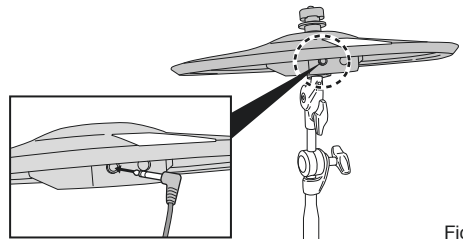

Fig. 3
3. Connect the provided TRS cable to the Crash Cymbal Pad (Fig.3).
付属のケーブルを追加シンバルパッドのジャックへ接続します (Fig.3)。